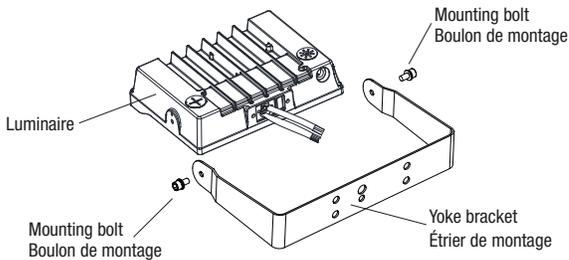

Fig. 4.1
2. Mount the yoke bracket on the luminaire by using the two provided bolts (Fig. 4.1).
2. Monter l'étrier de montage sur le luminaire en utilisant les deux boulons fournis (Fig. 4.1).